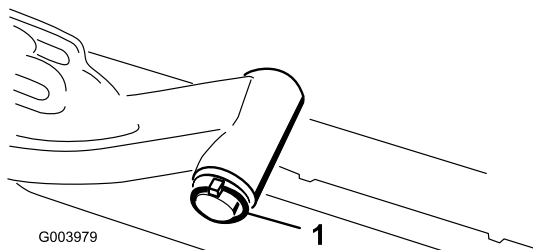

Рисунок 11
- А. Снимите шплинт и шайбу, которые крепят вал оси поворота подъемного рычага к подъемному рычагу, и снимите вал оси поворота с подъемного рычага (Рисунок 11).
- С. Вставьте вал подъемного рычага в подъемный рычаг и зафиксируйте шайбой и шплинтом (Рисунок 11).